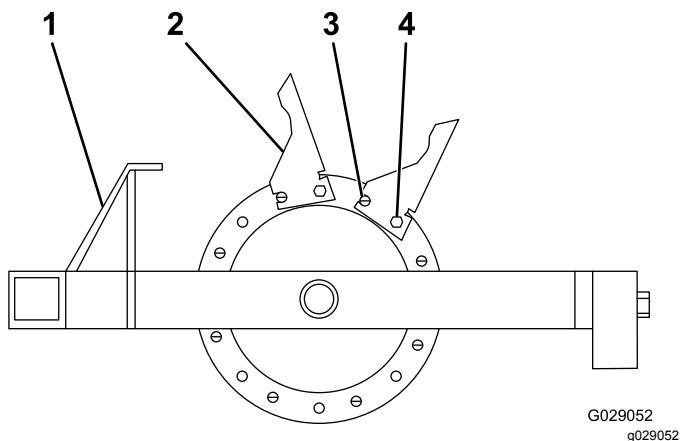

图20
1. 如图20所示从外侧铸件开始安装打孔针。
2. 将所有 8 个打孔针都安装到铸件上使用滚销和螺栓 ½ 英寸 x 1¼ 英寸并确保滚销在前面的位置图20。